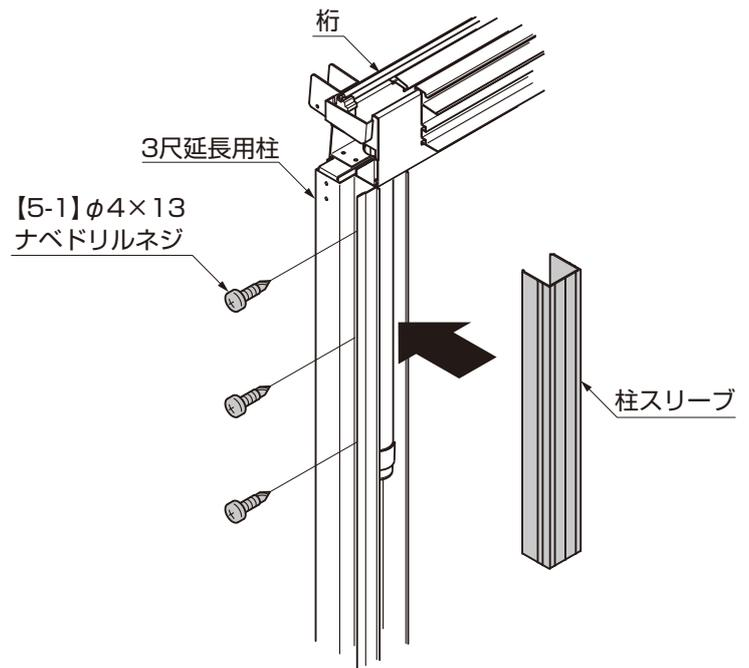

図9-6
- ②柱スリーブを【5-1】で3尺延長用柱に取付けてください。(図9-6参照)